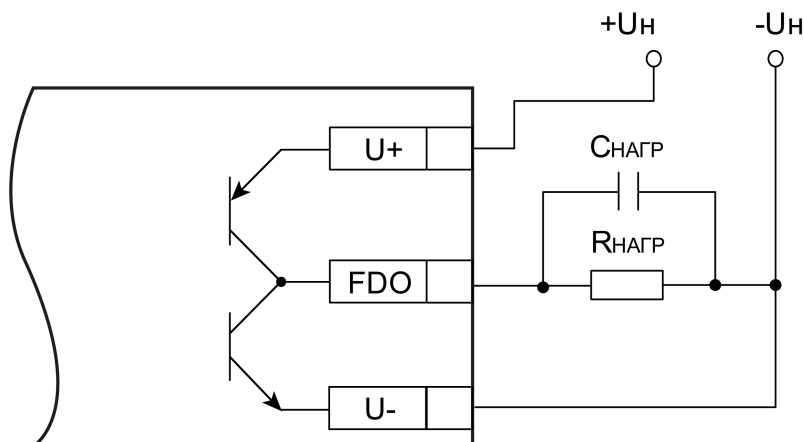

Рисунок 5.17 – Схема подключения нагрузки в режиме включения «верхний и нижний ключи»
- верхний и нижний ключи (рисунок 5.17) – для коммутации нагрузки с большей емкостью и меньшим током (менее 100 мА).